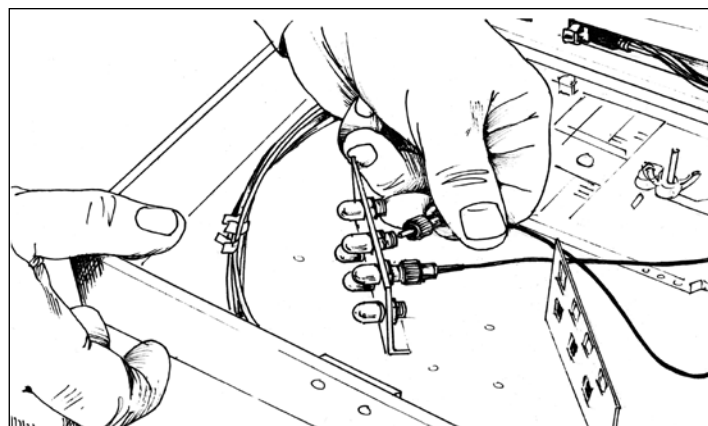

Рис. 3.18. Установка коннекторов
**3.2.6.** Готовые коннекторы с «pigtail» устанавливают в адаптеры (Рис. 3.18).